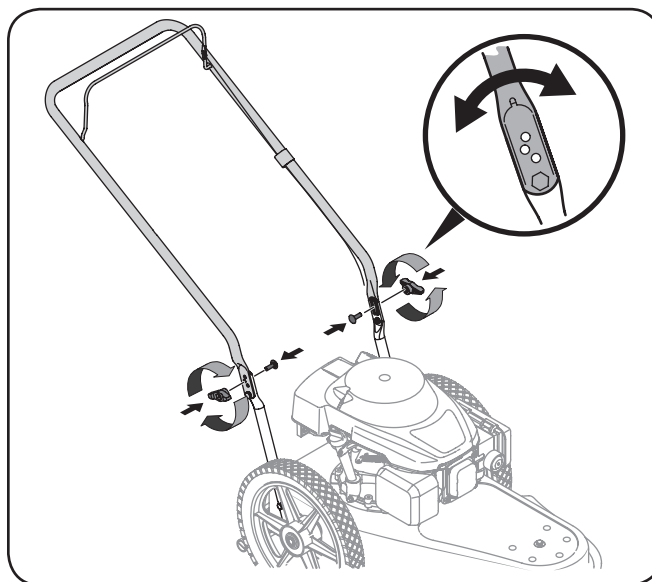

Figura 3-2
3. Coloque el manillar superior en una de las tres posiciones haciéndolo girar hacia adelante o hacia atrás. Sujete el manillar superior al inferior con los pernos de carro y las perillas de aletas extraídos en el paso 1. Consulte la Figura 3-2.